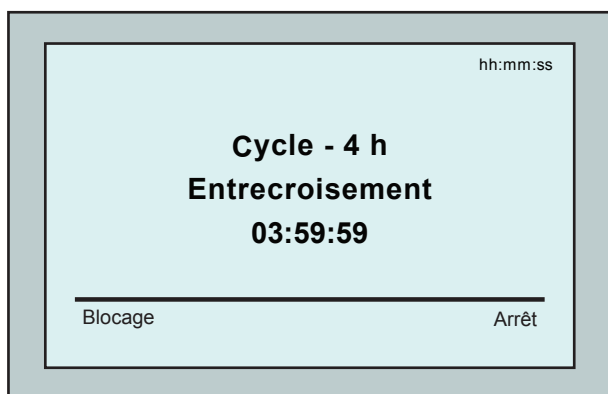

Figure 4 : Ecran de *compte à rebours* pour une session de 4 heures
Le robot commence son cycle nettoyage et l'interface MMI visualise l'écran de *Compte à rebours* (Figure 4) :
De l'écran de *compte à rebours*, appuyez sur **Blocage** (Figure 4).
1. A l'écran de *compte à rebours* (Figure 4), appuyez sur **Arrêt**. L'écran du pupitre MMI affiche le message : « Robot en cours d'arrêt. Veuillez patienter ». Au bout de 5 secondes, l'écran *Arrêt manuel* apparaît (Figure 5).